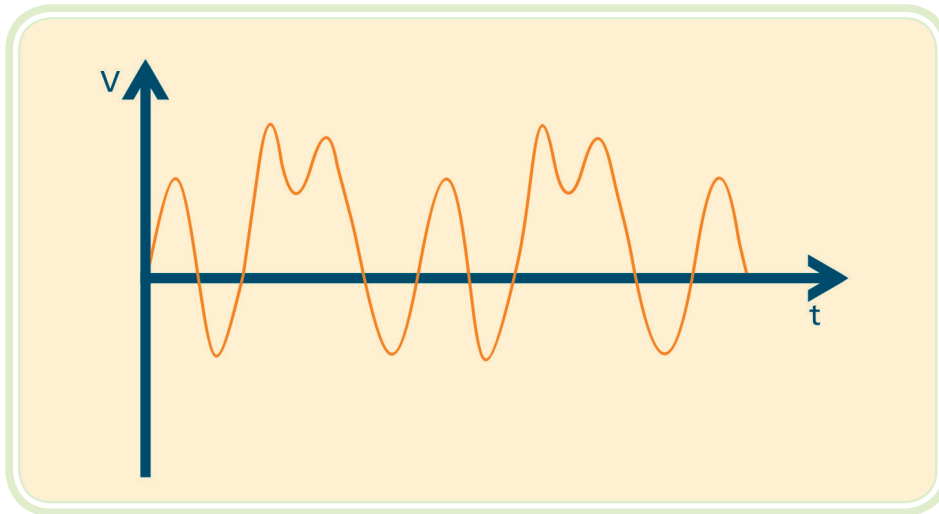

Figura 9.2: Sinal analógico
a) Sinal analógico – sinal que tem uma variação contínua ao longo do tempo (Figura 9.2).